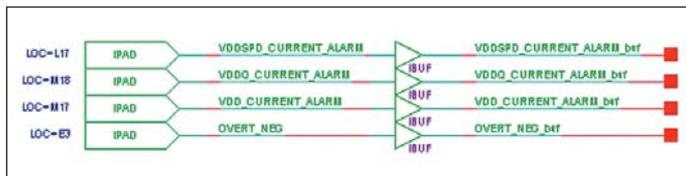

Рис. 7. Массив входных буферов и PAD, сгенерированных программой
9.2. Страницы, на которых помещены буферы ввода-вывода и PAD с установленными параметрами по скорости нарастания сигнала, расположения вывода, ограничениями для данного сигнала, стандарту сигнала и другими параметрами, перечисленными в п. 1. Программа «умеет» работать с наиболее распространенными типами буферов, а именно с буферами ввода, вывода, вывода с третьим состоянием, дифференциальными входами и выходами и т. д. (рис. 7, 8).